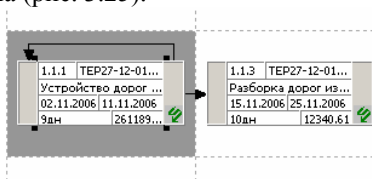

Рис.3.25. Наложение работ в сетевой диаграмме.
4. При расстановке вручную возможно «наложение» работ, в этом случае область наложения будет дополнительно выделена (рис. 3.25).